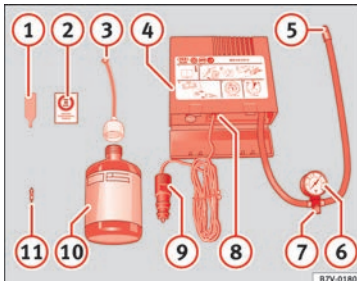

Fig. 68 Representação standard: conteúdo do kit antifuros.
- Desenrosque a proteção e o obus da válvula do pneu. Utilize o aparelho » **Fig. 68 ①** para retirar o obus. Coloque-o numa superfície limpa.
- Agite com força a garrafa de vedante de pneus » **Fig. 68 ⑩**.
- Enrosque o tubo de enchimento » **Fig. 68 ③** na garrafa de vedante. O selo da garrafa partir-se-á automaticamente.
- Remova o tampão do tubo de enchimento » **Fig. 68 ③** e enrosque a extremidade aberta do tubo na válvula do pneu.
- Volte a colocar o obus com o aparelho » **Fig. 68 ①** na válvula do pneu.
- Enrosque o tubo de enchimento do pneu do compressor » **Fig. 68 ⑤** na válvula do pneu.
- Verifique se o parafuso de evacuação de ar está enroscado » **Fig. 68 ⑦**.
- Ligue o conector » **Fig. 68 ⑨** a uma tomada de corrente de 12 volts do veículo » **Ícone** **Página 154**.
- Ligue o compressor de ar com o interruptor ON/OFF » **Fig. 68 ⑧**.